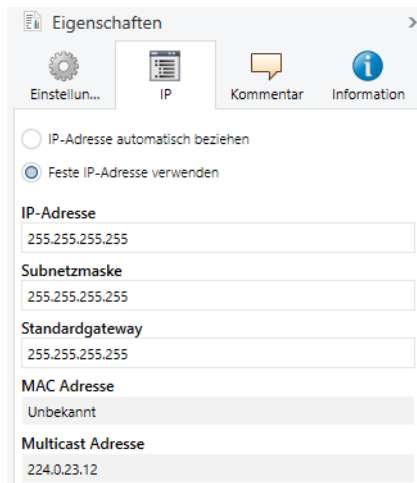

Abbildung 21: IP-Einstellungen
3. Die zur Verfügung stehenden Auswahlmöglichkeiten finden Sie in Abbildung 21 und in der Tabelle 12 "Einstellungen zur manuellen IP-Adressen-Eingabe oder zum automatischen Bezug" auf S. 31.